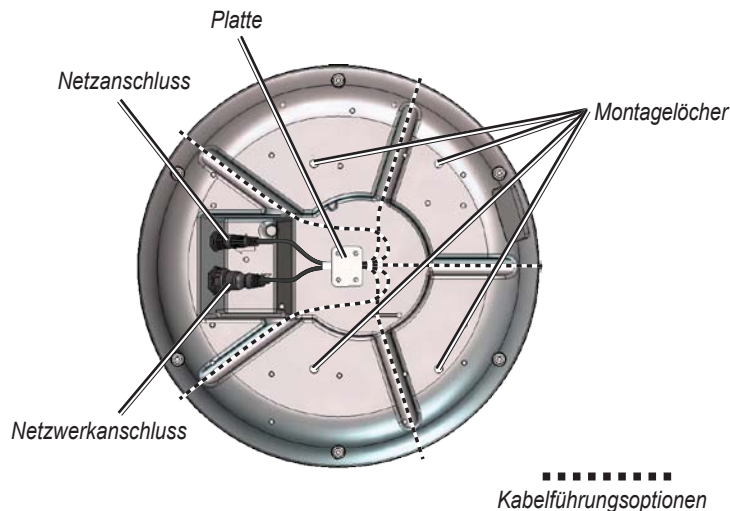
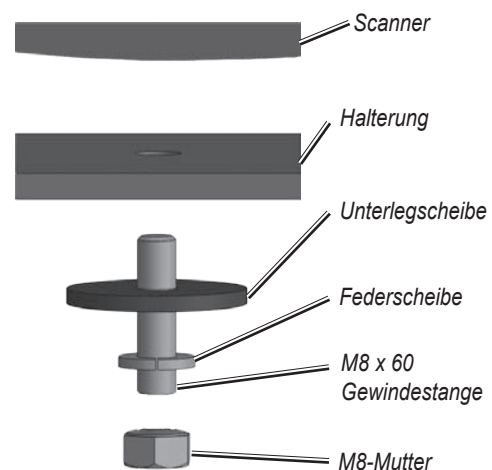

Abbildung 2
Abbildung 3
2. Richten Sie den Schlitz und den Sicherungsring am Stromkabel mit dem Netzanschluss aus. Stecken Sie das 2-Stift-Stromkabel an den Netzanschluss und das RJ-45-Marinenetzkabel in den RJ-45-Stecker (Abbildung 2). Drehen Sie den Sicherungsring am Kabel bis zum Anschlag. Drehen Sie den RJ-45-Sicherungsring im Uhrzeigersinn, bis er sicher sitzt.
3. Strom- und Netzkabel können in eine der fünf Führungskerben auf der Unterseite des Gehäuses der Radareinheit gedrückt und in der Kabelhalterung gesichert werden (Abbildung 2). Knicken oder biegen Sie die Kabel nicht unnötig. Weitere Informationen finden Sie im Abschnitt über Kabelhalterungen.
6. Stecken Sie die vier (4) M8 x 1,25 x 60-Gewindebolzen in die Befestigungslöcher auf der Unterseite der Radareinheit. Wenn sie korrekt befestigt wurden, sollten sie nicht weiter als 50 mm ± 1 mm (2 Zoll) aus der Radareinheit herausragen.
7. Befestigen Sie nun die Radareinheit mithilfe der M8 x 1,25 x 60-Gewindebolzen (die im vorherigen Schritt montiert wurden), der Feder- und Unterlegscheiben und der M8-Sechskantmutter auf der Montagefläche (Abbildung 3). **Das Drehmoment der Muttern sollte ca. 13,7 - 18,6 Nm (10 - 14 lb ft) betragen.**